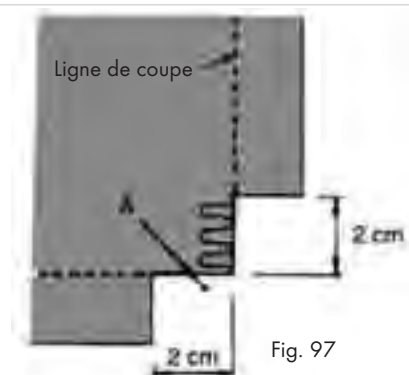

Fig. 97
1. Coupez avant et après le coin sur env. 2 cm jusqu'à la ligne de couture (Fig. 97).
2. Cousez une piqûre au-delà de la marque "A" sur le dessin, puis arrêtez-vous (Fig. 97).
3. Levez l'aiguille et le pied-de-biche ❶.